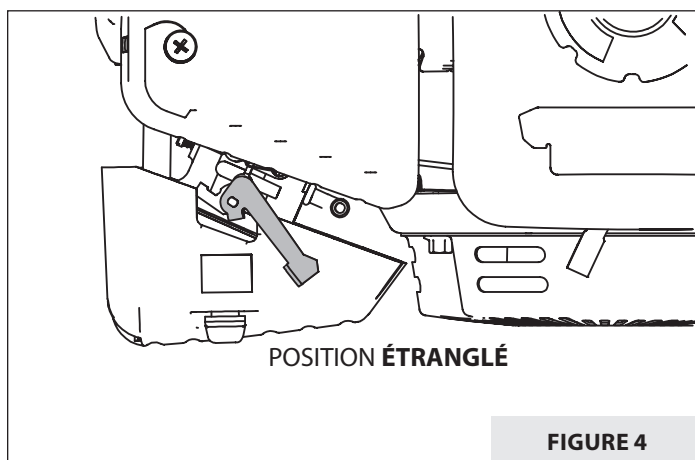

FIGURE 4
- Si le moteur est froid ou que la température ambiante est basse, mettre le levier du volet de départ en position **ÉTRANGLÉ**. **VOIR FIGURE 4.**